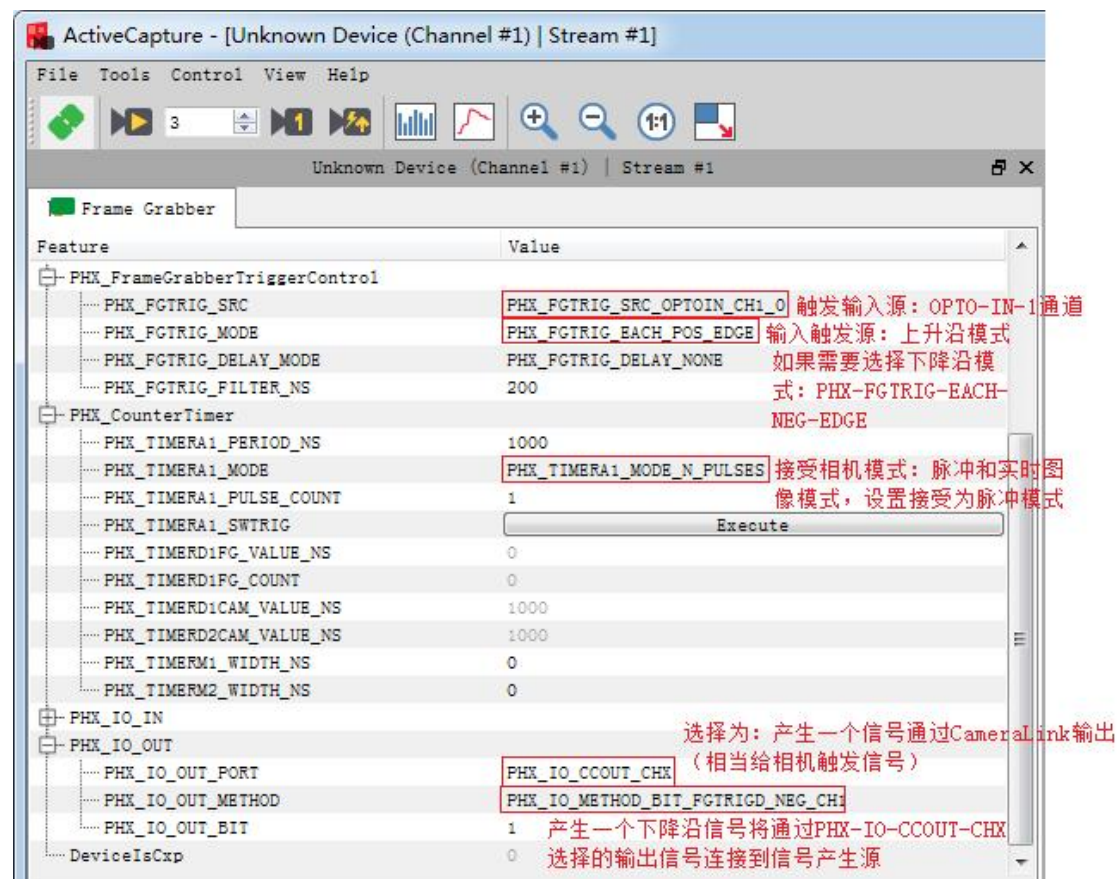

图 1-36
①如图 1-36，在 Active 软件设置好外部触发的模式后才能执行外部触发